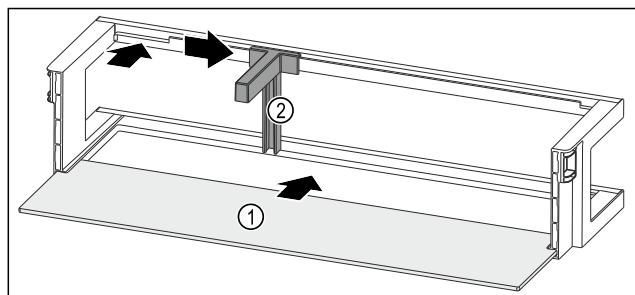

Fig. 121 Дверная полка со съемной полкой
- ▶ Вдвиньте съемную полку Fig. 121 (1) в боковые пазы.
- ▶ Установите держатель для бутылок Fig. 121 (2) в выемку.
- ▶ Сместите держатель для бутылок Fig. 121 (2) в нужное положение в сторону.